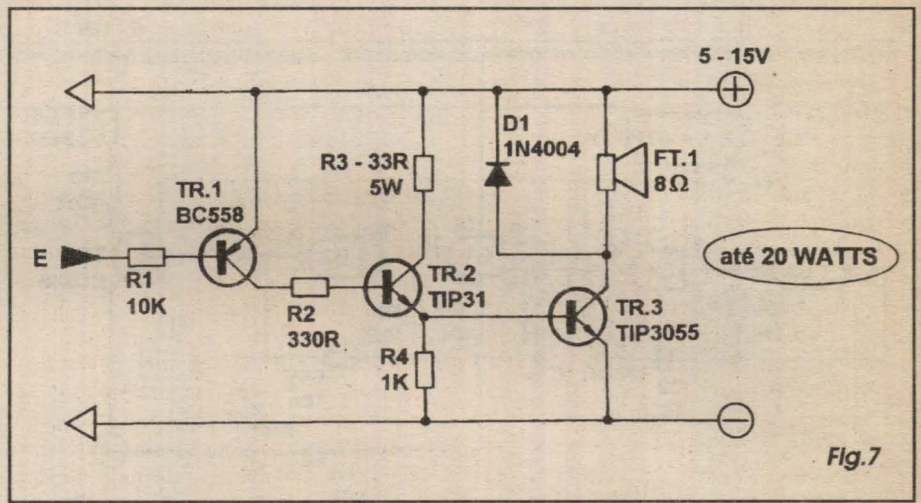

Fig.7
- FIG. 7 - Mesmo quando o assunto não se refere a... *desempenho sexual*, POTÊNCIA é algo do qual sempre se quer... *mais!* Então, vamos lá: o módulo reforçador mostrado pode também ser acoplado à saída do astável principal de qualquer dos arranjos já mostrados e, sob alimentação de 15V (corrente disponível na casa de 3A, mínimos, sob regime constante...), oferecerá até cerca de 20 watts de potência final, um *baita* som...! Tanto TR2 quanto TR3 precisam ser dotados de bons dissipadores de calor (o de TR3 devendo ter um radiador realmente não muito peque-